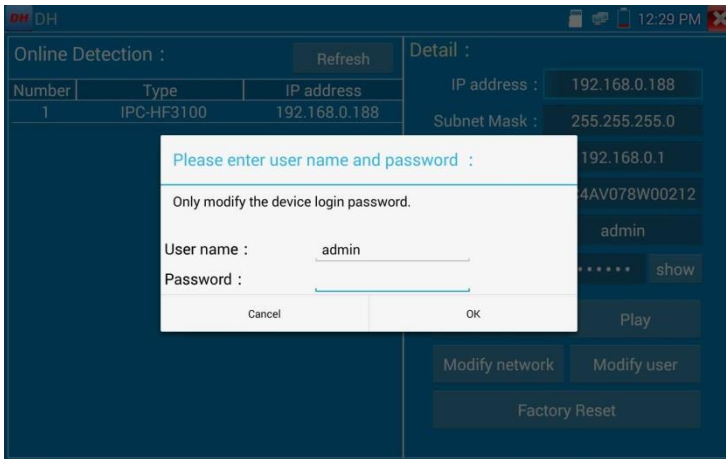

Рис. 119 Изменение имени пользователя и пароля
5. Для изменения имени пользователя и пароля используйте кнопку «Изменить пользовательскую информацию» (Modify user information). Вы можете задать новое имя пользователя и пароль для него, рис. 119